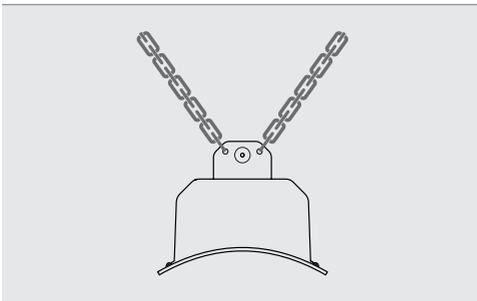

Abb.3c: Befestigung Ketten
3. Befestigen Sie die Ketten oder ähnliche Befestigungsmittel in den Öffnungen der Befestigungsbügel und befestigen Sie diese Ketten dann entsprechend an der Decke. Siehe Abb. 3c.